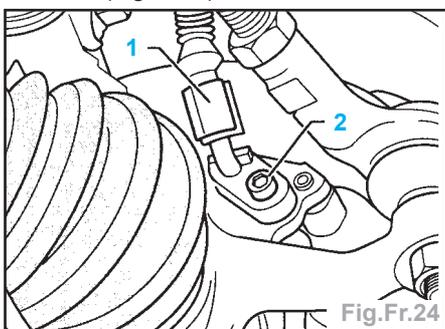

Fig.Fr.24
- Déconnecter le connecteur (1) du câble de capteur de vitesse et du capteur de vitesse (Fig.Fr.24).